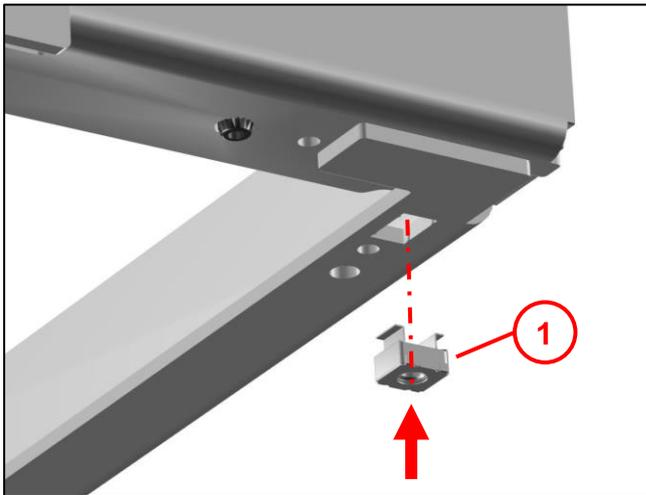
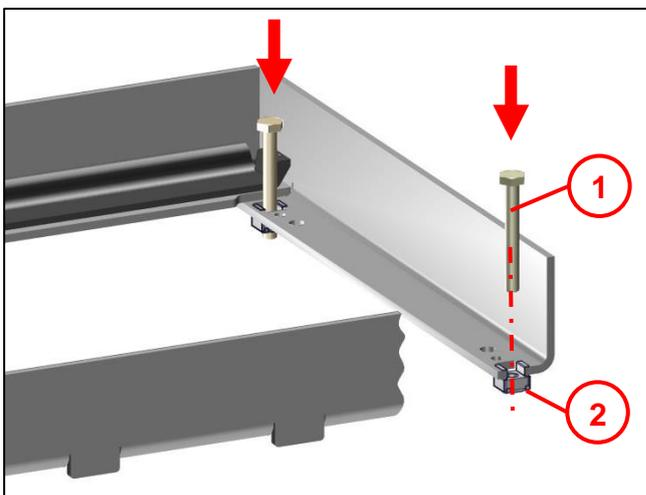

Abb. 26
Abb. 27
- Wie in Abb. 26 und Abb. 27 beschrieben: 4x Höhenverstellung (Beipack) an den vorgesehenen rechteckigen Aussparungen (1) montieren.